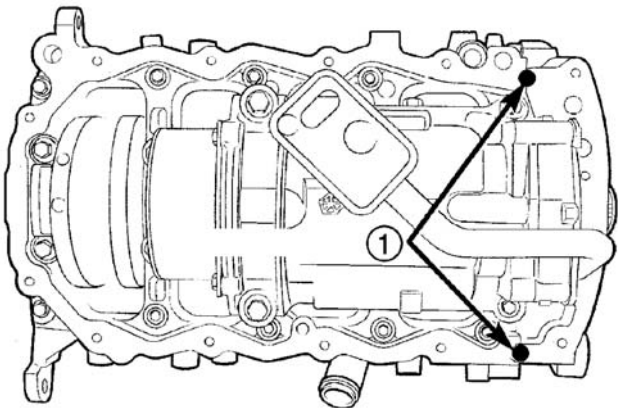

图 89 机油盘密封-标准
- （1）将 Mopar® 发动机 RTVGenII 涂于油泵至发动机体的分界线处（图 89）。